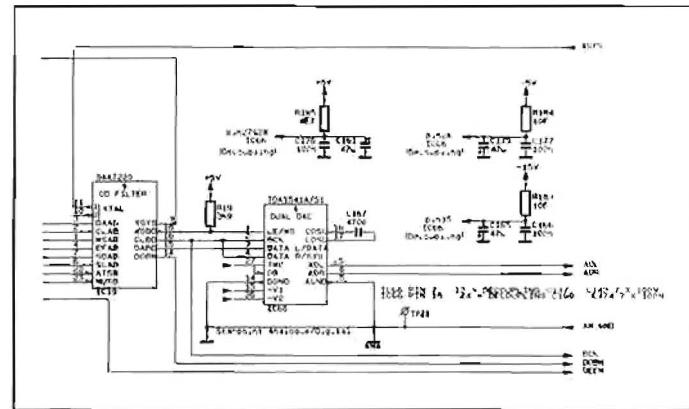

fig. 3.7
-&gt; fig. 3.7
-> fig. 3.7, 3.8